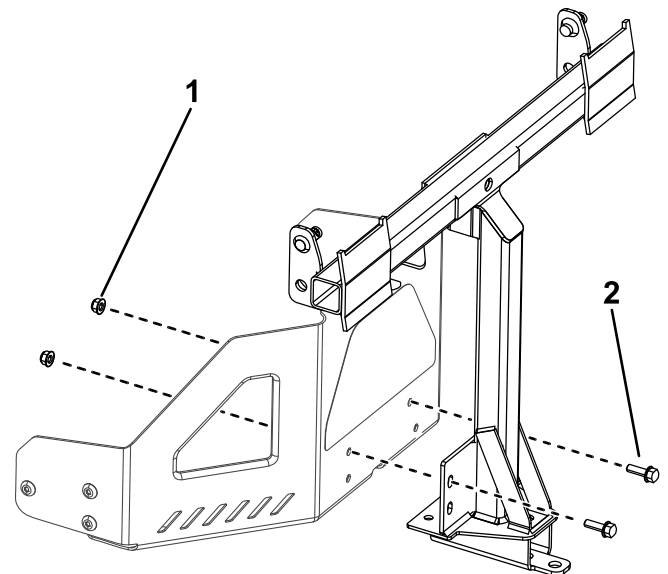

Bild 10
2. Befestigen Sie den Drehrahmen an der Maschine, wie in Bild 10 abgebildet. Befestigen Sie den Drehrahmen mit zwei Schrauben (5/16" x 1") und zwei Sicherungsmutter (5/16") am Maschinenrahmen.